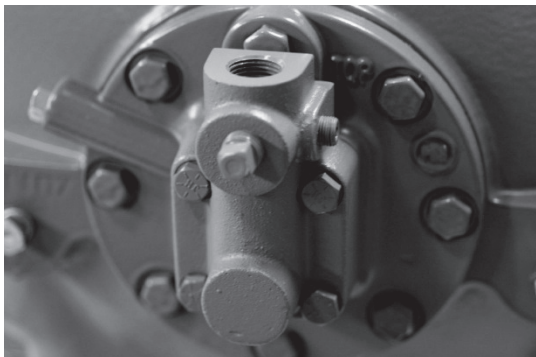

Fig. 20 — Bloque de sensores OPSS instalado
- d. A continuación, instale el bloque del sensor (P/N 06EA507202) sobre la junta y el accesorio de junta tórica NPT de 1/4 pulg. como se muestra. Monte el bloque del sensor en el cabezal del cojinete con los cuatro pernos de cabeza Allen de 5/16 pulg.-18 x 1-1/4 pulg. provistos en el kit (Apriete a 15-20 pies/lb). (Asegúrese de que el resorte y la copa del hueco estén en su lugar). Consulte la Fig. 20 para ver un ejemplo de instalación del bloque sensor.